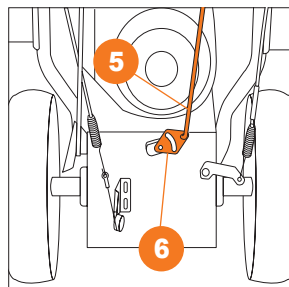

Рис. 4.2
- Подсоедините штангу рычага выбора передач **5** к кронштейну привода **6** расположенного в нижней части машины и зашплинтуйте ее (Рис. 4.2).